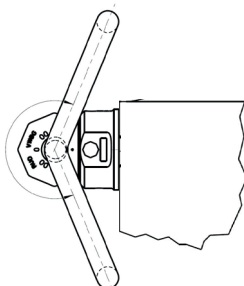

Abb. 1: Schwenkbereich
- Die Ringlasche von manuell ausgerichteten VWBS kann um ca. 230° geschwenkt werden (Abb. 1).